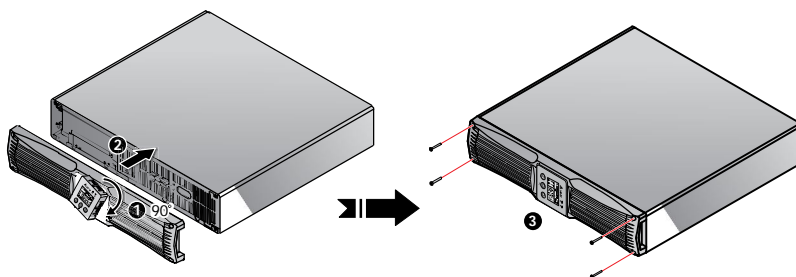

Рис. 3-7. Поверните панель управления на 90° по часовой стрелке, установите её на место, затем установите пластмассовую переднюю панель
- 3) Поверните панель управления на 90° по часовой стрелке и 1 вставьте её в пластмассовую переднюю панель 2. Установите пластмассовую переднюю панель на место и затяните четыре винта 3. См. **Рис. 3-7**.